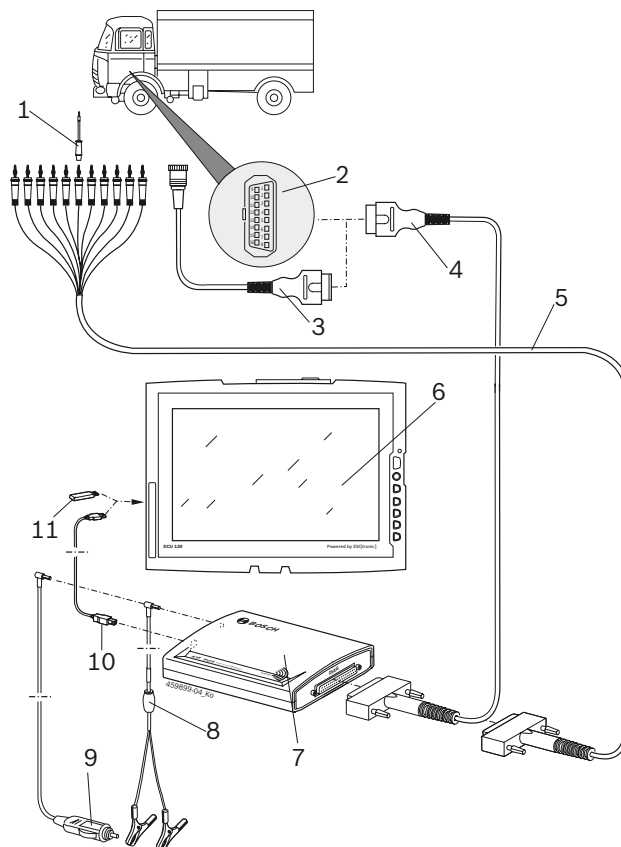

Abb. 3: Schéma de raccordement KTS Truck
- Câble de diagnostic OBD (fig. 3, pos. 4)
- Câble de diagnostic OBD plus un câble adaptateur spécifique au véhicule (fig. 3, pos. 3) (accessoire spécial)
- Câble adaptateur universel (fig. 3, pos. 5).